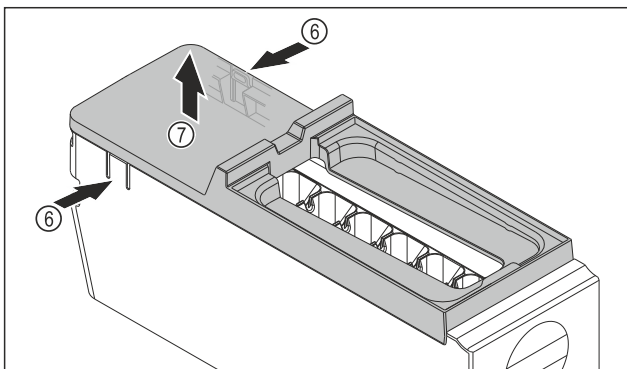

Fig. 198
- Scoateți apărătoarea corpului EasyTwist-Ice: Apăsați eclise Fig. 198 (6) de pe ambele părți ale corpului EasyTwist-Ice cu o mână.
- Scoateți apărătoarea Fig. 198 (7) cu cealaltă mână în sus.